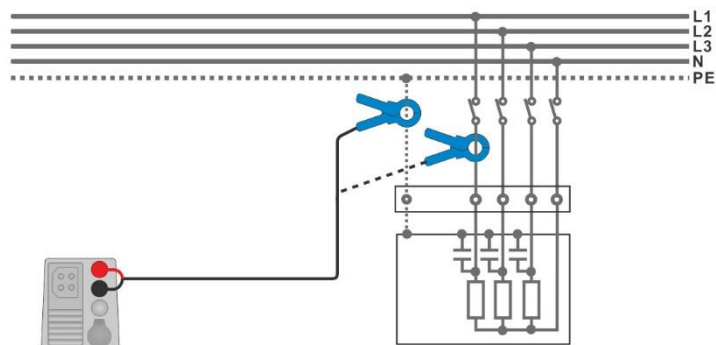

Abbildung 7.88: PE Fehlerstrom- und -Laststrommessungen
- › Schließen Sie die Prüfleitungen am Prüfobjekt an, siehe **Abbildung 7.88**.